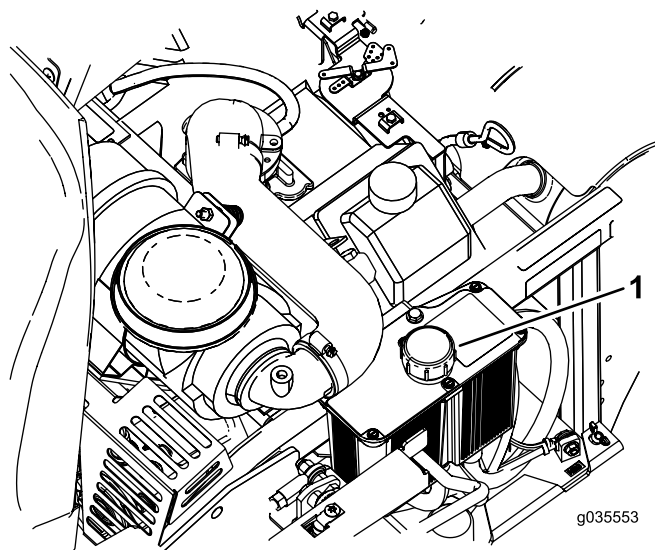

Figure 67
6. Nettoyez la surface autour de la jauge du réservoir du système hydraulique (Figure 67).
7. Sortez la jauge du réservoir hydraulique (Figure 67).